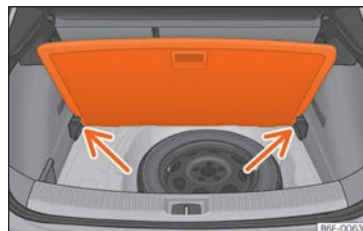

Fig. 112 Suelo variable del maletero: posición inclinada.
- Apoye el piso sobre los alojamientos previstos para tal uso » fig. 112 (flechas).